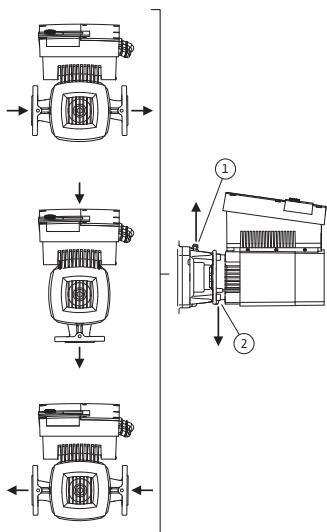

Fig.23: Sallitut asennusasennot, vaaka-suora moottoriakseli
Sallitut asennusasennot vaakasuoralla moottoriakselilla ja elektro-niikkamoduuli ylöspäin ( $0^\circ$ ) on esitetty Fig.ssa 23. Esitettyynä ei ole sallittuja asennusasentoja sivuttain asennetulla elektro-niikkamoduulla ( $+/-90^\circ$ ). Kaikki muut asennusasennot paitsi "elektro-niikkamoduuli alas päin" ( $-180^\circ$ ) ovat sallittuja. Pumpun ilmaus on varmaa vain silloin, kun ilmanpoistoventtiili osoittaa ylös päin (Fig. 23, kohta 1). Vain tässä asennossa ( $0^\circ$ ) voidaan syntyvä kondenssivesi johtaa tehokkaasti pois aukon kautta (Fig. 23, kohta 2).
- Kun moottorin akseli on vaakasuorassa, kondensivesiaukon pitää olla alas päin (Fig. 23, kohta 2). Tarpeen vaatiessa moottoria pitää kiertää.